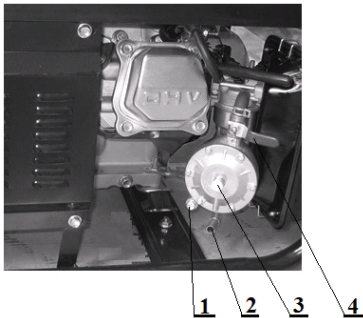

Рис. 5. Газовая аппаратура
7.2.5. При использовании газа требуется перекрыть кран бензобака, слить бензин из поплавковой камеры карбюратора через сливную заглушку в виде болта-1, см.рис.5.
7.2.6. Подсоединить шланг газовой магистрали к газовому штуцеру карбюратора-2, см.рис.5.
7.4.2. Открыть топливный кран, переведя его в положение «ON-открыто», кран газа-4, см. рис.5, при этом должен находиться в поперечном положении по отношению к крану.
3. Открыть вентиль баллона, ручку крана 4, см.рис.5, установить поперёк крана.
8. Нажать на 2-3 сек клапан подачи газа 3, см.рис.5.
3. Ручку крана 4, см.рис.5, установить вдоль крана.
7. Нажать на 2-3 сек клапан подачи газа 3, см.рис.5.